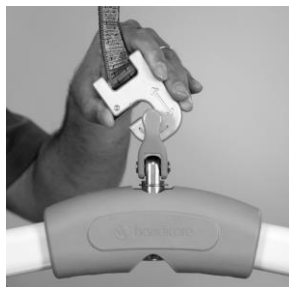

Figure 10 : Barre de préhension attachée au crochet à libération rapide
6. L'écran Tare / Zero (Figure 10) apparaît sur la télécommande.